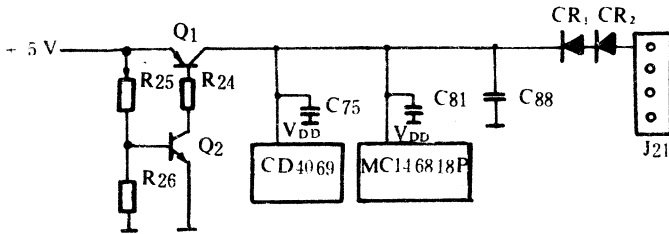

图 1-9 RT/CMOS RAM 供电原理图
**故障分析与维修** 该机采用“SETUP”软件菜单形式的配置选择,存放于系统板上的 RT/CMOS 电路,如图 1-9 所示。
根据出错信息提示,该故障与 RT/CMOS RAM 电路有关,而重新设置后,机器工作正常,说明 RT/CMOS RAM 电路功能正常。但下电后再开机,则又出现出错信息。由此可知,该故障与 RT/CMOS RAM 的供电电路有关。查图 1-9 所示 RT/CMOS RAM 部分供电电路。拨下  $5\text{V}$  电池测其开路端电压为  $0\text{V}$ 。换上一只新的  $5\text{V}$  电池,插入 J21 插座,关闭主机电源,测得  $5\text{V}$  干电池的路端电压降至  $2.5\text{V}$  左右,测电池负载